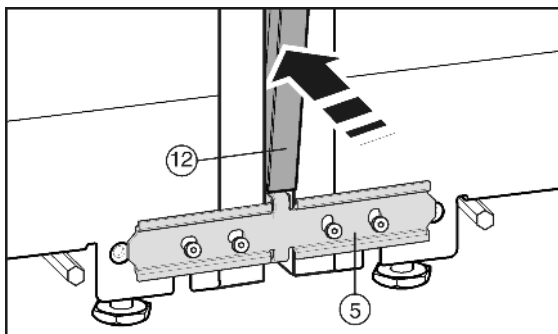

Fig. 9
Antes de colocar la tira tapajunta Fig. 9 (12), presione los dos listones el uno contra el otro en toda su longitud. De esta forma resulta más fácil introducir la regleta en la ranura. Utilice un paño suave para aplicar presión en la regleta; de esta manera evitará la aparición de abolladuras en la superficie de la tira tapajunta. Introduzca la regleta en la ranura con cuidado y manteniéndola recta para lograr una unión óptima.
- ▶ En la parte delantera, presione la tira tapajunta Fig. 9 (12) larga hacia el interior de la ranura vertical. Procure que la regleta descansa sobre la chapa de unión Fig. 9 (5).